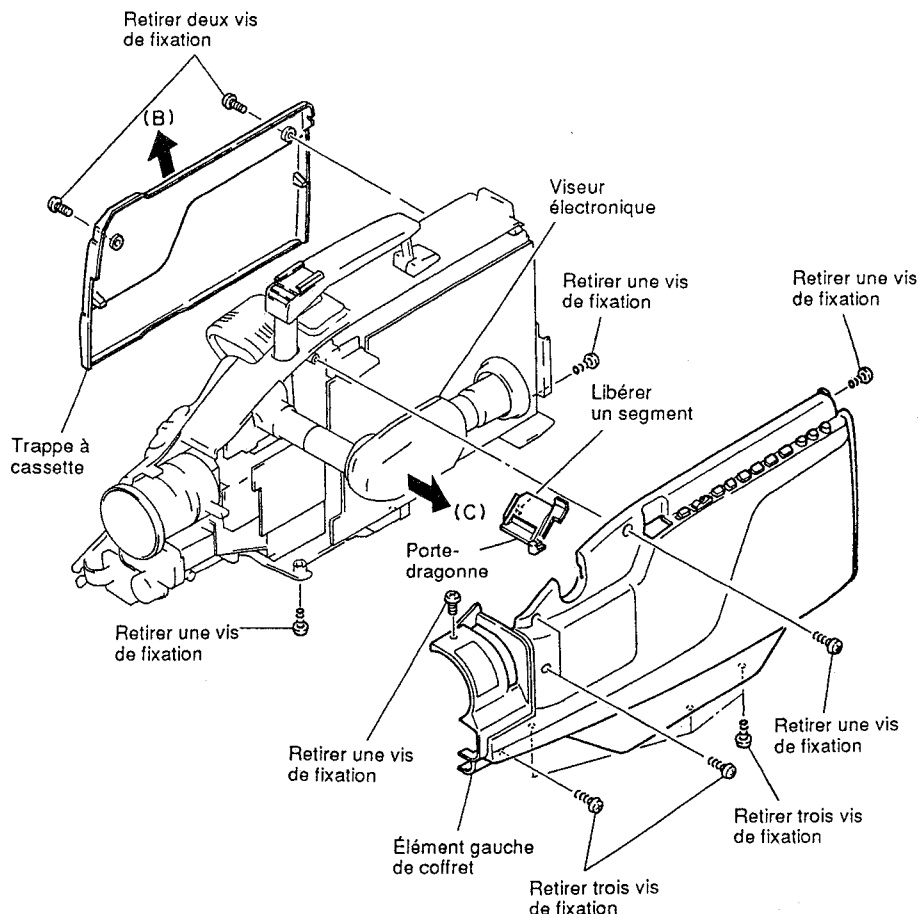

Fig. 2-1
- 1) Retirer les deux (2) vis de fixation qui immobilisent la trappe à cassette. (Se reporter à la figure 2-1)
- 2) Retirer la trappe à cassette en agissant dans la direction indiquée par la flèche (B).
- 1) Déplacer le viseur électronique en agissant dans la direction indiquée par la flèche (C). (Se reporter à la figure 2-1)
- 2) Retirer la (1) vis de fixation qui immobilise l'élément droit de coffret (partie inférieure).
- 3) Retirer les trois (3) vis de fixation qui immobilisent l'élément gauche de coffret (partie inférieure).
- 4) Retirer la (1) vis de fixation qui immobilise l'élément gauche de coffret (partie arrière).
- 5) Retirer la (1) vis de fixation qui immobilise l'élément droit du coffret (partie arrière).
- 6) Retirer les trois (3) vis de fixation qui immobilisent l'élément gauche de coffret (partie gauche).
- 7) Retirer la (1) vis de fixation qui immobilise l'élément gauche de coffret (partie gauche).
- 8) Retirer la (1) vis de fixation qui immobilise l'élément gauche du coffret (partie optique).
- 9) Retirer l'élément gauche de coffret en agissant dans la direction indiquée par la flèche (C).
- 10) Libérer le (1) segment et retirer le porte-dragonne en agissant dans le sens indiqué par la flèche (C).